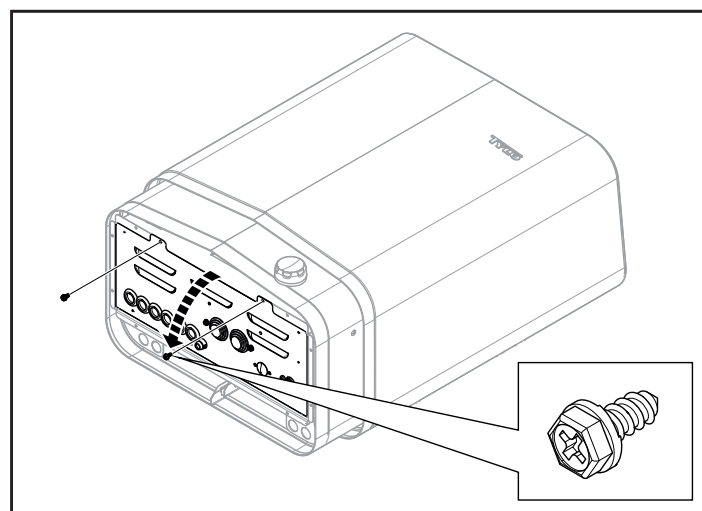

Fig 8: Öppna/stänga luckan
2. Lossa skruvarna och öppna luckan (se Fig 8).
7. Stäng luckan och skruva i skruvarna (se Fig 8, sidan 4).